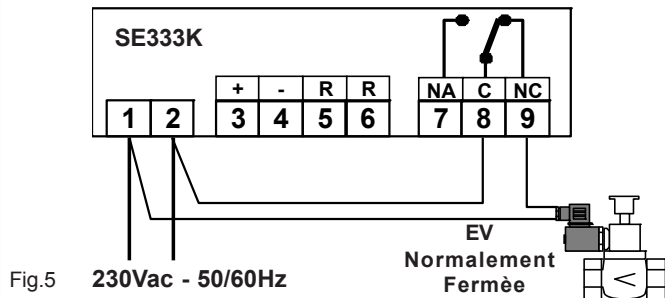

Fig.5
**LOGIQUE POSITIVE (SE333K):** dans ce cas, la bobine du relais est constamment alimentée (Fig.4) de façon à pouvoir assurer une sécurité de fonctionnement absolue de celui-ci par coupure de l'alimentation. Idéale pour le fonctionnement d'électrovannes de type N.F. (Normalement Fermée Fig.5). **En cas d'alarme, les contacts 7 et 8 resteront fermés jusqu'à la cessation de celle-ci.**